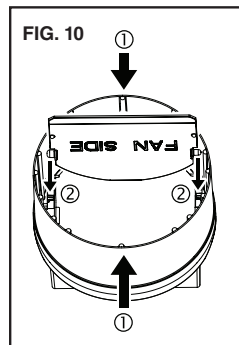

FIG. 10
NOTE: Make sure damper flap is in place inside of duct connector. If it is not: ① Squeeze top and bottom of connector to ② snap flap back into place. (FIG. 10)
NOTA: Asegúrese de que la tapa del regulador de tiro esté colocada dentro del conector del ducto. Si no lo está: ① Comprima la parte superior e inferior del conector para ② volver a colocar la tapa en su lugar. (FIG. 10)